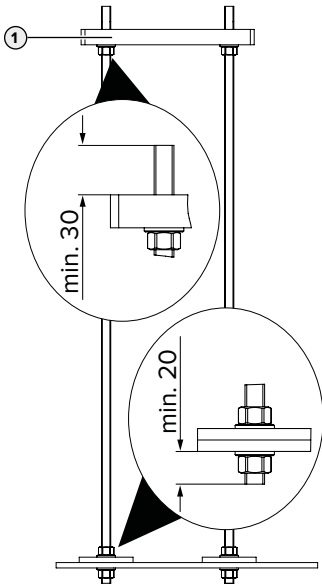

Fig. 3: Posición de las arandelas y las tuercas [mm]
- ▶ Asegure cada uno de los aceros planos con una tuerca y una arandela teniendo en cuenta Fig. 3. Al hacerlo procure que el set para la fijación de cimientos esté alineado horizontalmente.
- ▶ Monte la placa de cimientos y/o adaptadora correspondiente (1) (disponible como accesorio) teniendo en cuenta Fig. 3 en el set para la fijación de cimientos.